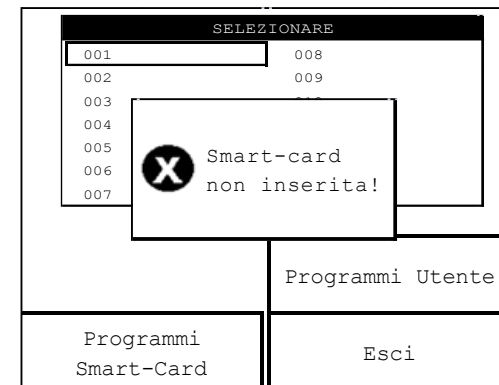

Fig.16
**NOTA:** Se la smart-card non è inserita, l’operatore viene informato mediante un messaggio di allarme (vedi fig.16) che lo informa del mancato inserimento della smart-card nella propria sede e quindi l’impossibilità di poter proseguire nell’operazione di memorizzazione.